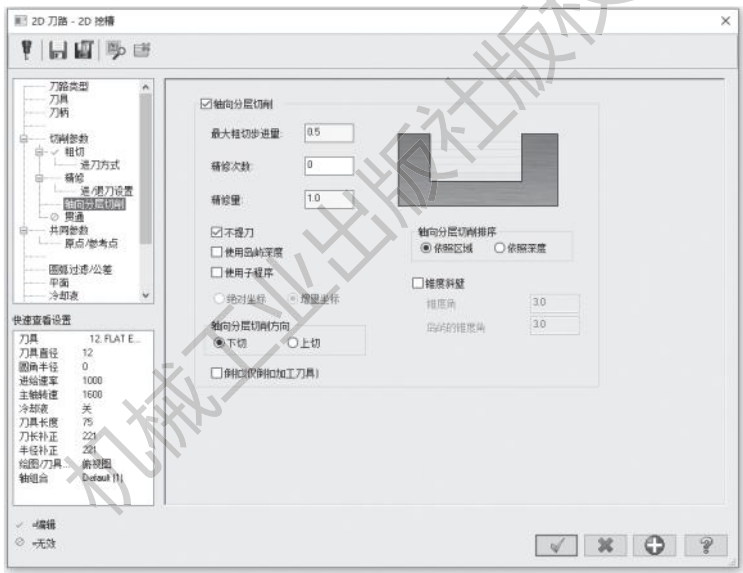

图 3-38 设置深度切削参数
7) 打开【轴向分层切削】选项卡, 勾选【轴向分层切削】选项, 相关参数设置如图 3-38 所示。